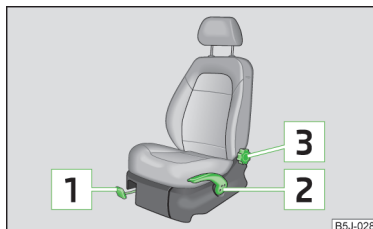

Fig. 52
- Trageți în sus de maneta **1** » fig. 52 și deplasați scaunul în poziția dorită.
- Dacă doriți să ridicați scaunul, ridicați maneta **2** » fig. 52 în sus, respectiv pompați.
- Eliberați spătarul (nu vă sprijiniți) și rotiți rozeta **3** » fig. 52 pentru a regla înclinația spătarului.